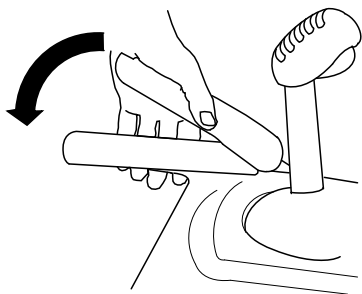

Figura 16
1. Para engatar a transmissão da tração, aperte a alavanca esquerda (tração) para a pega (Figura 16).